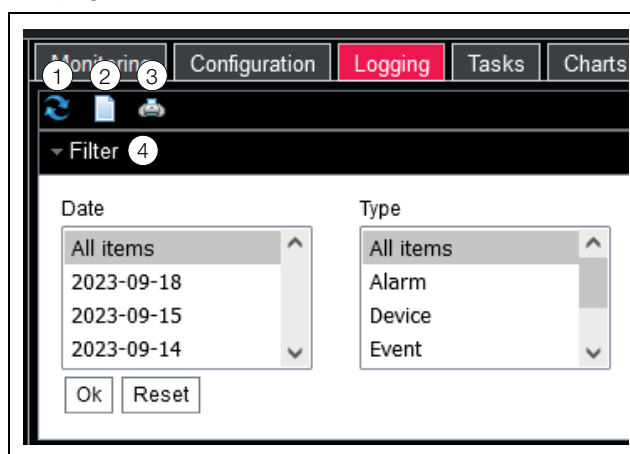

Fig. 36 : onglet Logging
- Ouvrir le domaine « Filtre » en cliquant (fig. 36, pos. 4). Les paramètres suivants sont proposés :
- Cliquer sur le premier symbole à partir de la gauche (fig. 36, pos. 1).
- Cliquer sur le troisième symbole à partir de la gauche (fig. 36, pos. 3). Cela dure à nouveau un certain temps jusqu'à ce que tous les événements soient à nouveau téléchargés depuis l'interface IoT. La liste actualisée avec tous les événements est ensuite affichée dans une fenêtre spécifique et le dialogue « Impression » s'ouvre.
- Cliquer sur le deuxième symbole à partir de la gauche (fig. 36, pos. 2). Tous les éléments sont effacés de l'affichage et la remarque comme après la sélection de l'onglet **Logging** est à nouveau affichée.